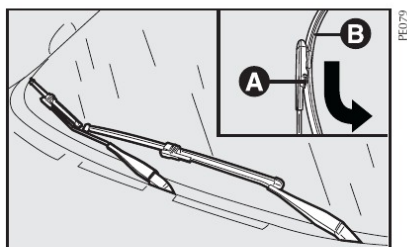

fig. 30
### Substituição das palhetas do limpador do para-brisa - fig. 30
- 2) Pressionar a trava **A**-fig. 30 e retirar a palheta **B** empurrando-a para baixo e desengatando-a do braço;